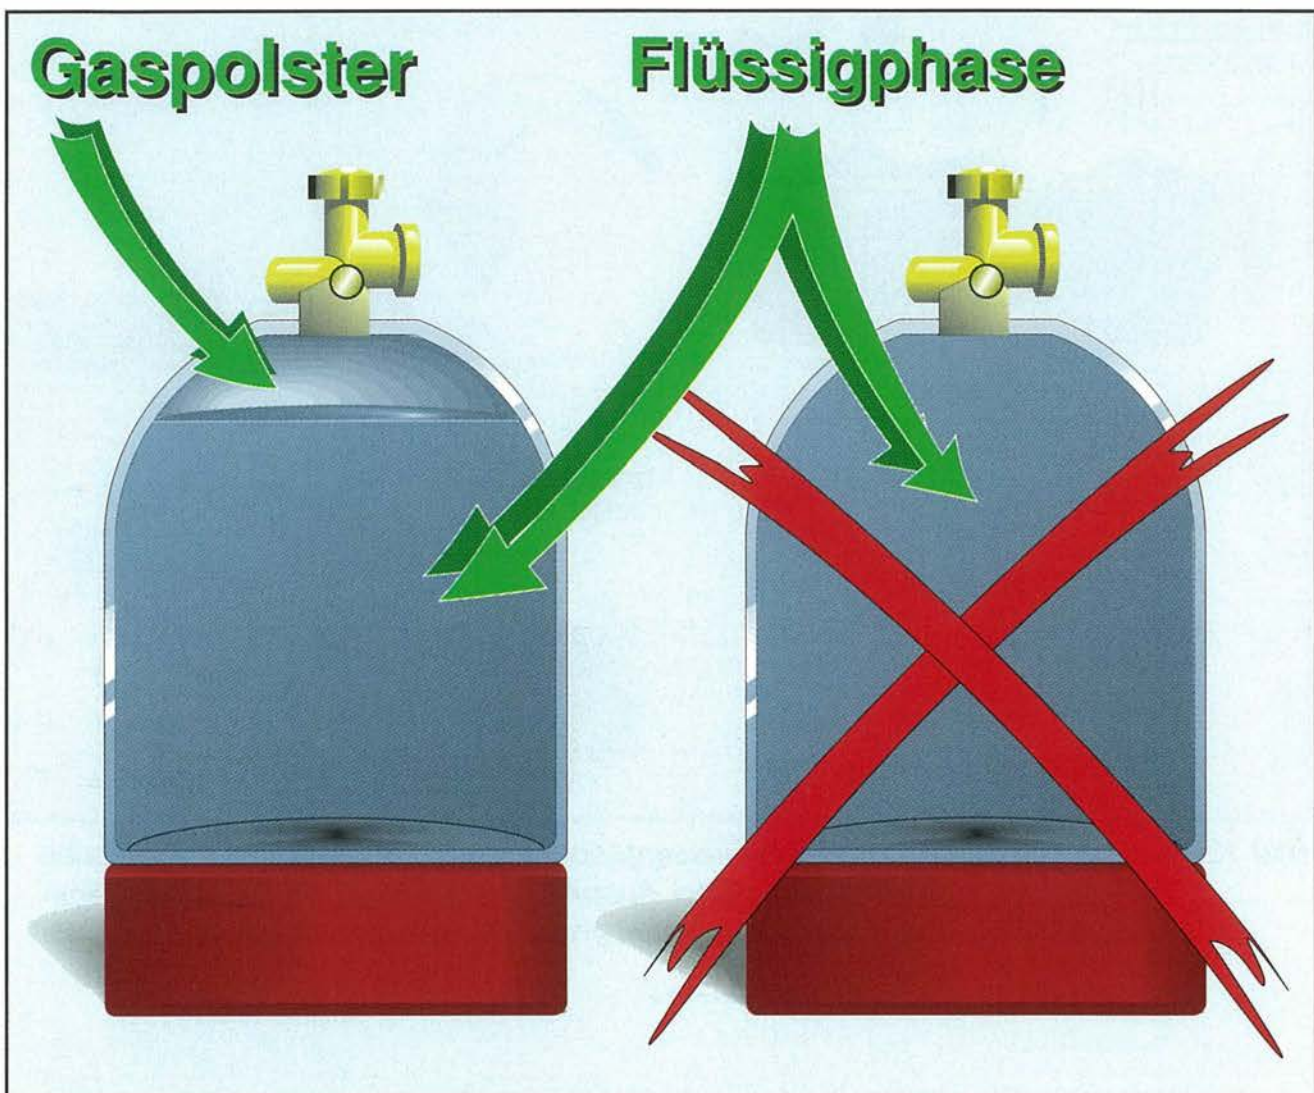

Bild 14: Gaspolster in Flüssiggasbehältern als Sicherheitsmassnahme (Füllgrad entsprechend den nationalen Vorschriften).
- Mit dem Temperaturanstieg nimmt auch das Volumen des flüssigen Mediums zu. Zur Sicherheit ist daher immer ein Gaspolster im Flüssiggasbehälter erforderlich (Bild 14).